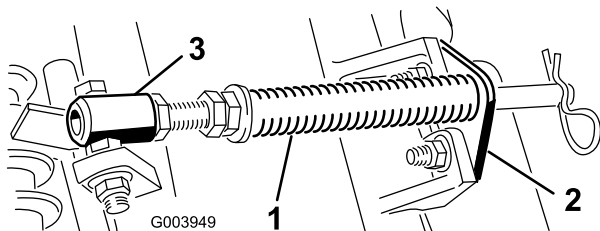

図 10
- A. カッティングユニットのタブにロッドブラケットを固定しているキャリッジボルト2本を外す(図 10)。
- B. スプリングチューブのボルトをキャリアフレームのタブに固定しているフランジナット(図 10)を外す。